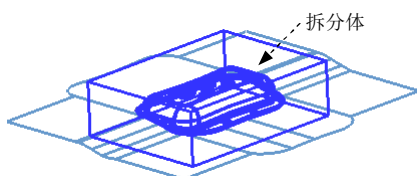
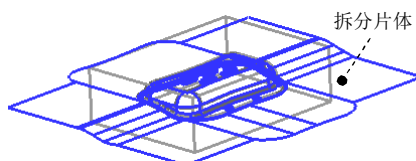

图 1.42 定义拆分体
图 1.43 定义拆分子面
Step3. 拆分型芯/型腔。选择下拉菜单 **插入(I)** → **修剪(T)** → **拆分体(P)...** 命令，系统弹出“拆分体”对话框（一）；选取如图 1.42 所示的工件为拆分体，单击鼠标中键，然后选取如图 1.43 所示的片体为拆分子面；单击 **确定** 按钮，完成型芯/型腔的拆分操作；在拆分子面上右击，在系统弹出的快捷菜单中选择 **隐藏(H)** 命令。